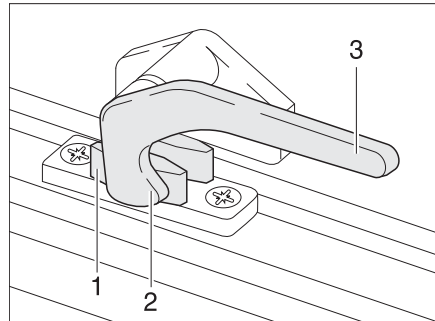
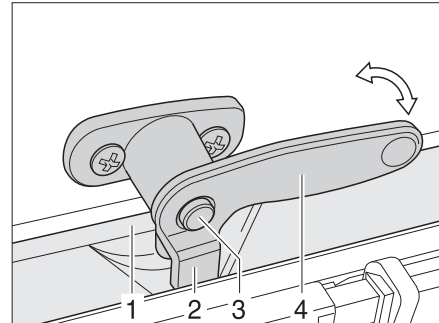

Bild 66 Verriegelungshebel in Stellung "geschlossen"
Bild 67 Verriegelungshebel mit Sicherungsknopf in Stellung "geschlossen"
- Falls vorhanden, den Sicherungsknopf (Bild 67,3) drücken und gedrückt halten.
- Den Verriegelungshebel (Bild 66,3 bzw. Bild 67,4) eine viertel Umdrehung zur Fenstermitte hin drehen.
- Den Verriegelungshebel (Bild 66,3 bzw. Bild 67,4) eine viertel Umdrehung zum Fensterrahmen hin drehen. Die Verriegelungsnase (Bild 66,2 bzw. Bild 67,2) liegt auf der Innenseite der Fensterverriegelung (Bild 66,1 bzw. Bild 67,1).
- in Stellung "fest verschlossen" (Bild 66)